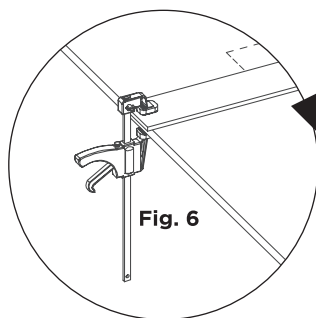

Fig. 6
- 4.6 Fixez les guides de coupe au panneau à l'aide d'un étrier. (l'utilisation d'une équerre est recommandée). (Fig. 6)